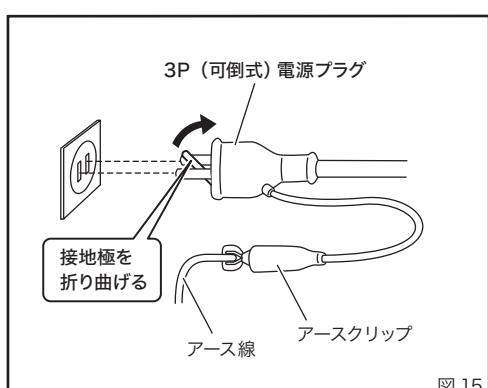

図 15
## 7. 使用する電源について（図 15）
- ・アースは、接地極のある電源コンセントに 3P（可倒式）電源プラグを差し込んで行ってください。接地極のない電源コンセントに接続するときは、接地極を折り曲げて電源コンセントに差し込み、アースクリップを使用してください。（図 15）